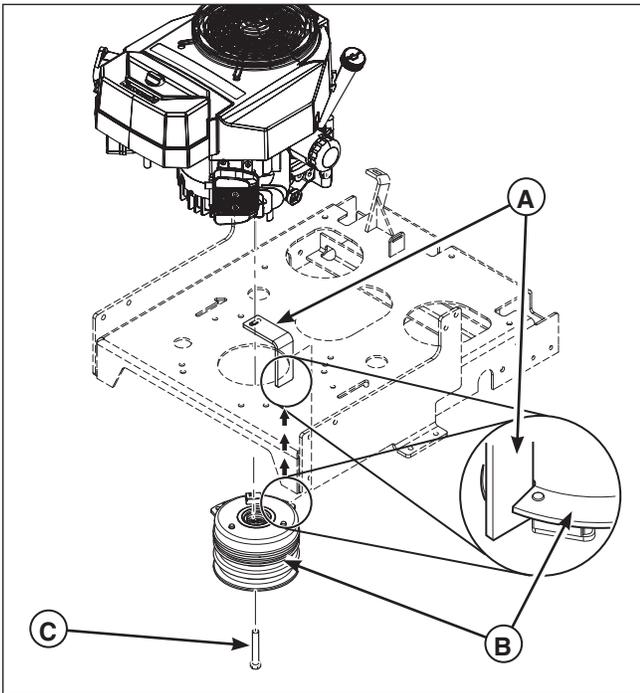

Figura 36. Retiro del embrague de PTO
3. Suelte y retire el perno del cigüeñal (**C, Figura 36**) y el embrague de PTO (**B**) del cigüeñal del motor.